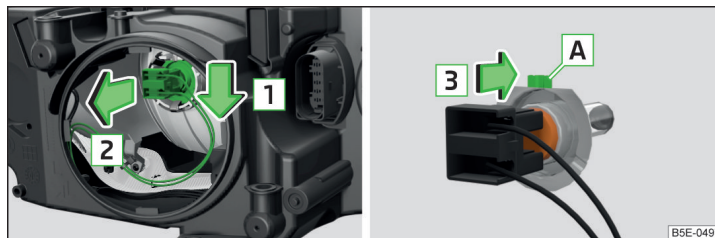

Fig. 237 Faruri cu halogen: Bec pentru lumina de întâlnire
- Desprindeți conectorul, împreună cu becul cu incandescență, în sensul săgeții **1** » fig. 237.
- Introduceți un bec cu incandescență nou în așa fel, încât elementul de fixare **A** » fig. 237 de pe becul cu incandescență să se potrivească în degajarea de pe reflector.